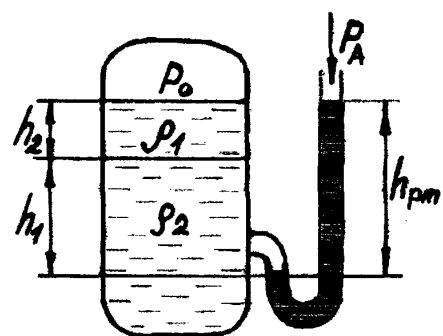

Рис. 4
11. Определить показания ртутного манометра, установленного в нижней части экстракционной колонны, в которой находится слой воды высотой 3 м и несмешивающийся с ней слой бензола высотой 1 м. Абсолютное давление над поверхностью жидкости в колонне  $2,5 \text{ кгс/см}^2$ , атмосферное давление 760 мм рт. ст., температура  $20^\circ \text{C}$ . (рис. 4)